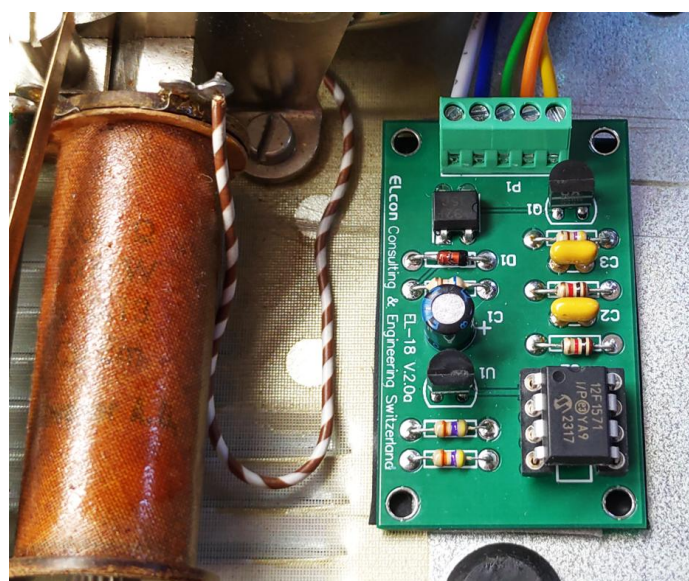

Abbildung 6
- ☐ Schliessen Sie die drei Drähte, vom Nummernschalter (Wählscheibe) herkommend, gemäss Abbildung 6 an.
- ☐ Schliessen Sie die zwei Drähte an der Konverterplatine gemäss Abbildung 6 an.